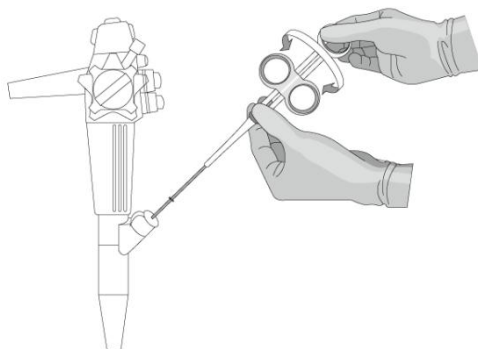

Figura 2
6. Ruotare l'impugnatura per orientare i morsetti nella direzione ottimale (vedere Figura 2).